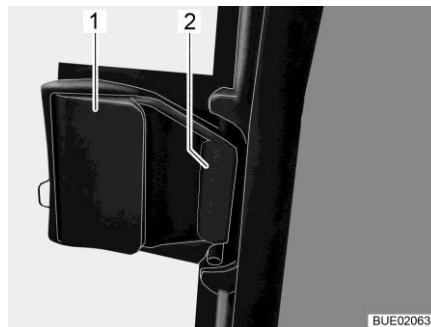

Fig. 117 Fenêtre coulissante, verrouillée
- Tirer sur l'élément de déverrouillage (Fig. 117,1). Le verrou (Fig. 117,2) s'ouvre.